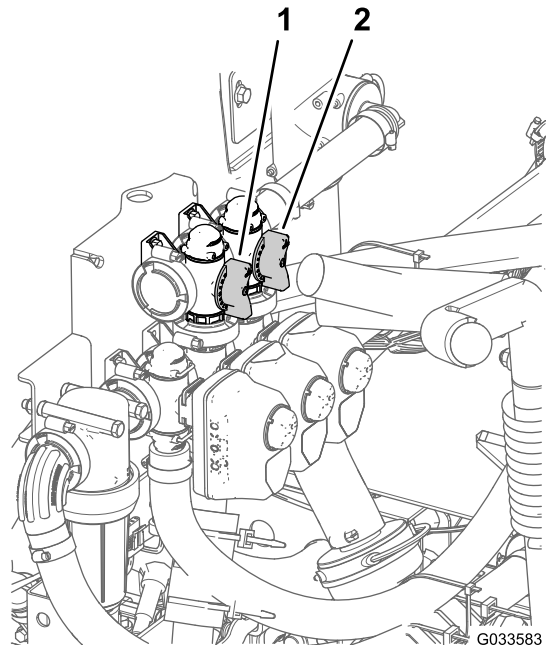

Figure 87
11. Réglez la vanne de dérivation (Figure 87) à l'arrière de la vanne d'agitation jusqu'à ce que la pression indiquée soit 6,9 bar.
- Pour le **modèle HDX-Auto**, sélectionnez la position de stationnement (P).
8. Déplacez plus ou moins la poignée de dérivation générale des sections de manière à réguler l'agitation à l'intérieur de la cuve (Figure 87).